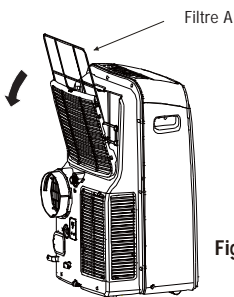
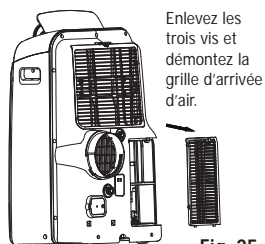

Fig. 24
Fig. 25
- Cette unité a deux filtres, ce sont les filtres A et B. Saisissez la patte du panneau supérieur et retirez le filtre A derrière la grille du panneau arrière (Fig.24). Déplacez le filtre inférieur B en desserrant les vis. Démontez la grille de l'entrée d'air, ensuite déplacez le filtre à air comme c'est indiqué sur les Fig.25 & 26.